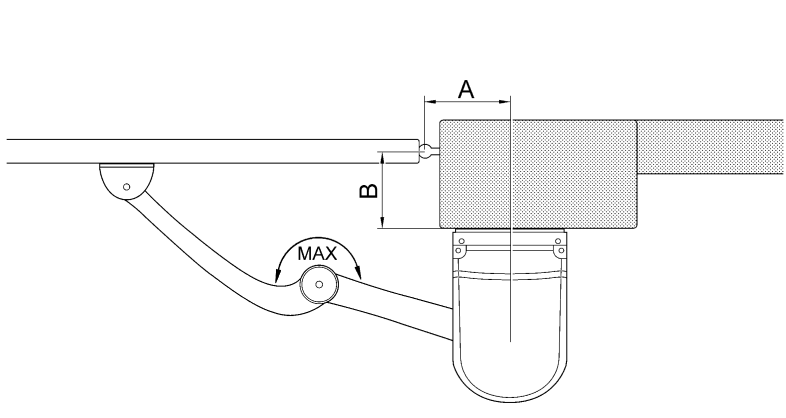

Fig. 5
2.3) Fijación (Fig. 5)
Fije el soporte de sujeción en la puerta, en el punto más alejado posible de la columna, alargando al máximo los brazos (Fig. 5). El soporte se fija en la puerta soldándolo o utilizando los tornillos adecuados para el material de la hoja.